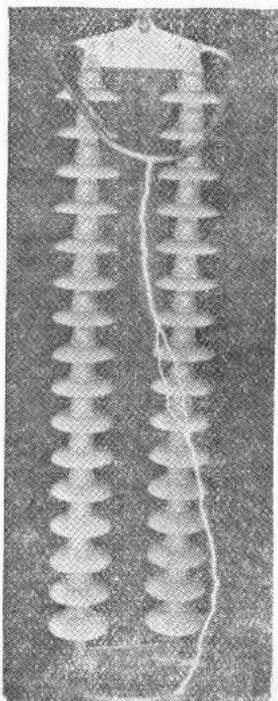
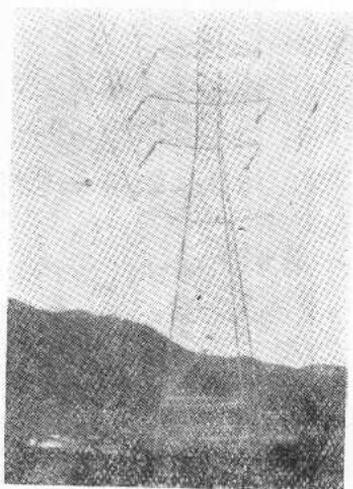

图 1-6
图 1-7
6. 保护金具 这种金具用来保护导线、絕緣子等，如保护絕緣子用的均压环（图1-6），滿足安全距离及防止絕緣子串上拔用的重錘（图1-7）及防止导线振动用的防振錘、护线条等。